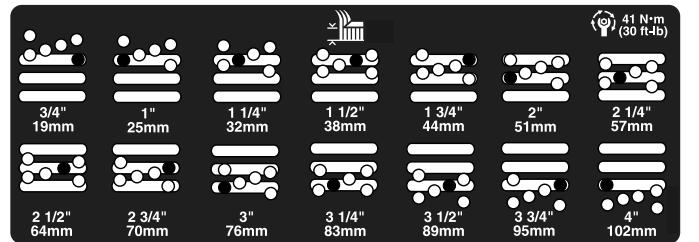

Рисунок 16
5. Переместите камеру на требуемую высоту скашивания и установите проставку в предусмотренные для этой высоты отверстие и паз (Рисунок 16).